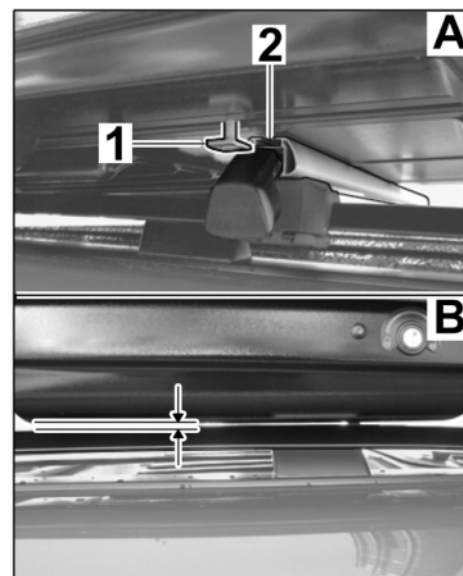

Figura 6
- 4.2 Abrir la tapa del sistema de transporte en el techo (delantera/trasera) de este lado (⇒ manual de instrucciones del vehículo, capítulo "Sistema de transporte en el techo) y depositar el portaequipajes hermético 520 sobre el sistema de transporte en el techo (⇒ *Figura 6*).
- 4.3 Comprobar la posición del taco más próximo (pernos en T M8 x 55) a la ranura del soporte del sistema de transporte en el techo y, en su caso, alinearlos (⇒ *Figura 6 -A-*).